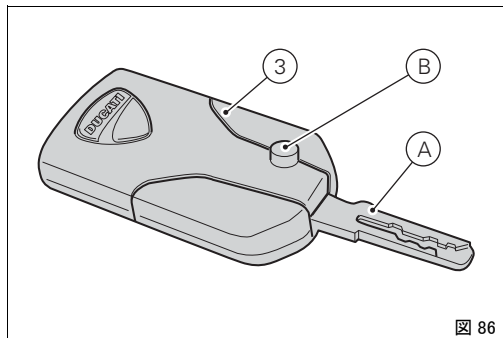

図 86
キー (3) の金属部分 (A) は、突き出たボタン (B、図 86) を押すと、柄の内側に隠れます。
車両が key-on でエンジン off の時、アクティブキー (3、図 86) を抜いた 30 秒後、車両はユーザーが何もしなくても自動的に停止します。